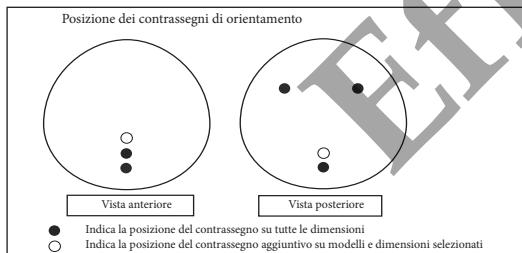

FIGURA 1
- *Natrelle*® 150 è dotato di una mini unità di iniezione remota auto-sigillante, compatibile con la risonanza magnetica (RM), con una protezione in titanio per l'ago che impedisce la perforazione accidentale della base dell'unità stessa.
- Le protesi mammari *Natrelle*® in gel a singolo lume anatomiche sono dotate di contrassegni di orientamento per facilitare il corretto posizionamento della protesi durante l'intervento chirurgico (vedere Figura 1).